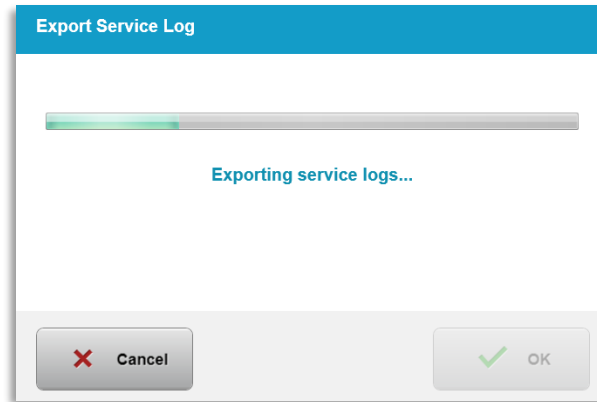

Figura 3-58. Exportare jurnal de service în derulare
- Sistemul începe transferul automat al jurnalului de service și afișează o bară de progres al procesului de transfer, ca în Figura 3-58.